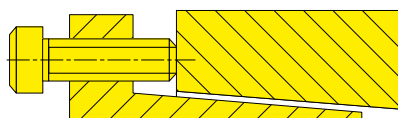
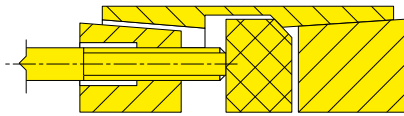
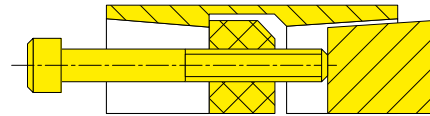

Fig. 3
Fig. 4
Fig. 5
**P60-K / P80-M / P80-S / P110-S / P110-T / P140-T:** Togliere tutti i bulloni a brugola ed avvitarli nei filetti di estrazione dell'anello anteriore, quindi premere l'anello posteriore ed allentare il morsetto. (Vedere Fig. 3).
**Da P200-T fino a P1025-G:** svitare tutti i bulloni a brugola come precedentemente descritto ed avvitarli nei fori filettati dell'anello frontale e toglierlo (Fig. 4). Avvitare quindi i bulloni a brugola nella flangia centrale e togliere l'anello di spinta posteriore (Fig. 5). Alcuni gruppi sono provvisti di un giunto ad anello sul lato elica del cuscinetto reggispinta che si smonta semplicemente togliendo i bulloni. Per alcune applicazioni si usa un giunto interno nella parte posteriore del reggispinta che può essere smontato nello stesso modo descritto in Fig. 3.